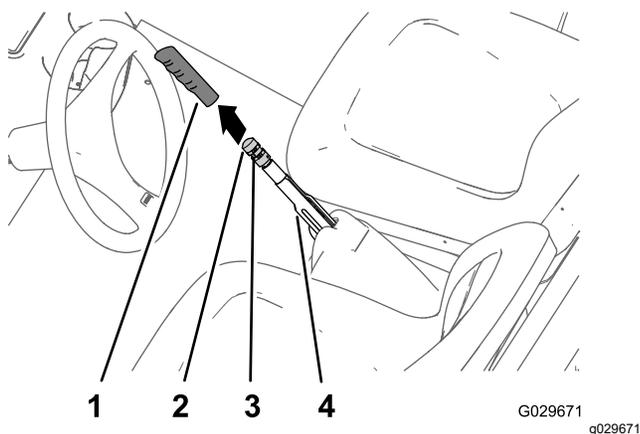

図 56
1. 駐車ブレーキレバーのグリップを外す 図 56。
2. 駐車ブレーキレバーに調整ノブを固定している固定ねじをゆるめる 図 56。
3. ブレーキを掛けるのに必要な力が 133-156 N 13.6-15.9 kg = 30-35 lbfとなるようにノブを回して調整する 図 56。
4. 固定ねじを締め、ゴム製グリップを取り付ける 図 56。
2. 駐車ブレーキレバーに調整ノブを固定している固定ねじをゆるめ 図 56、駐車ブレーキを解除して、ブレーキ調整ノブをゆるめる。
5. ブレーキを掛けるのに必要な力が 133-156 N 4.2-4.8 kg.m = 30-35 ft-lbとなるようにノブ 図 56を回して調整する。
- C. ブレーキを掛けるのに必要な力が 133-156 N 4.2-4.8 kg.m = 30-35 ft-lbとなるようにノブ 図 56を回して調整する。
- 固定ねじを締め、グリップを取り付ける 図 56。